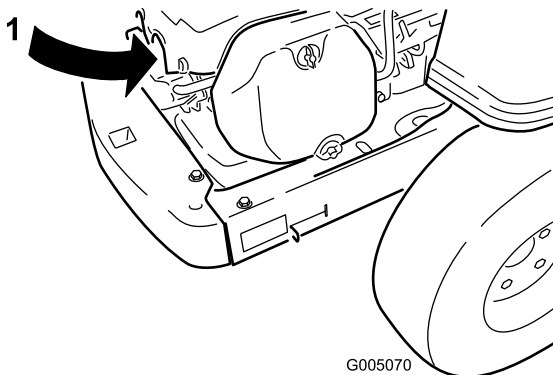

Bild 31
2. Ziehen Sie den Zündkerzenstecker ab (Bild 31). Reinigen Sie den Bereich um die Zündkerze, um zu verhindern, dass Schmutz in den Motor fallen und Schäden verursachen kann.
3. Drücken Sie den Stecker auf die Zündkerze (Bild 31).